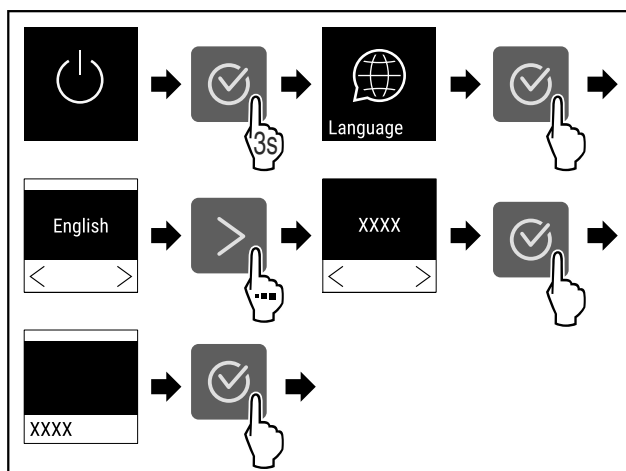

Fig. 52
- Følg anvisningene (se Fig. 52).